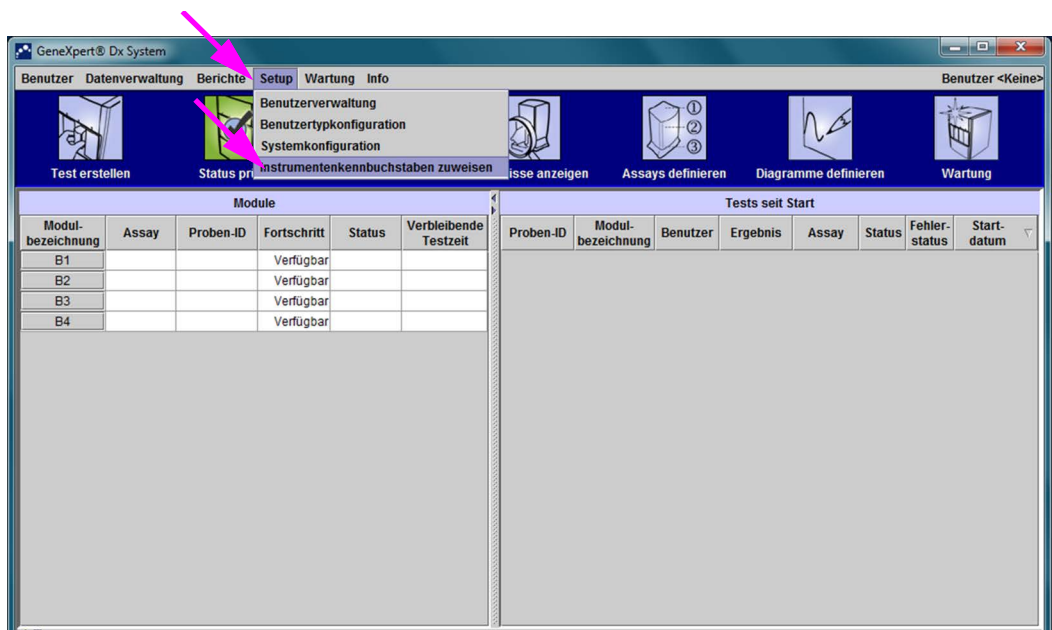

Abbildung 2-56. Fenster des GeneXpert Dx-Systems mit Anzeige des Dropdown-menüs „Setup“
4. Klicken Sie im GeneXpert Dx System-Fenster in der Menüleiste auf **Setup** und anschließend auf **Instrumentenkennbuchstaben zuweisen**. Das Dialogfeld „Instrumentenkennbuchstaben zuweisen“ wird angezeigt. Vgl. Abbildung 2-56. Gleichzeitig blinken die grünen LED-Anzeigen der vier Module, die zu dem ausgewählten Quadranten gehören.